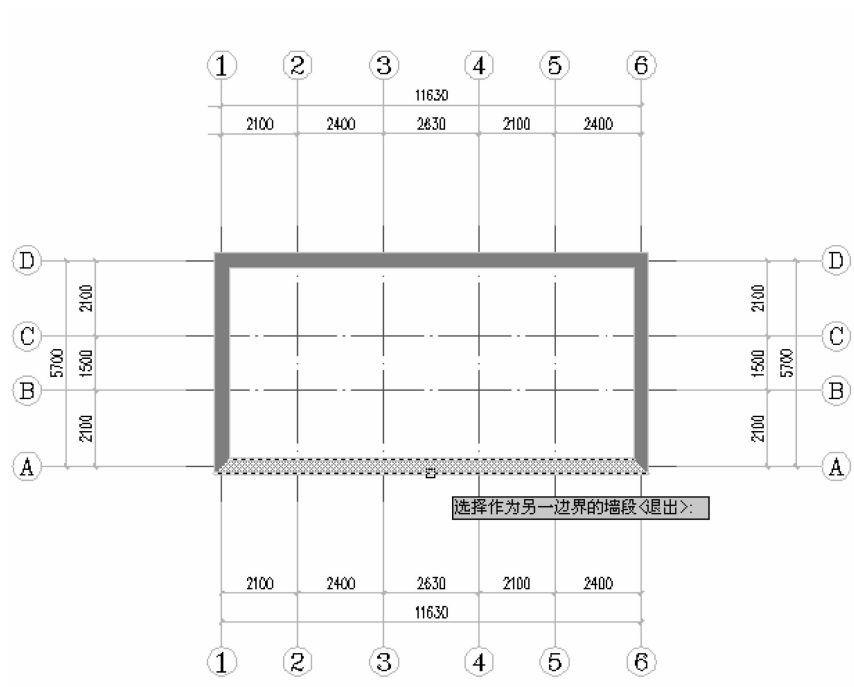

图 3-5 单击 A 轴的墙体
①“等分数”:等分数量。
②“墙厚”:墙体厚度。
③“材料”:包括轻型隔断、玻璃幕墙、填充墙、钢筋混凝土等 8 种材质,按材质的密度预设了不同材质之间的遮挡关系。
④“用途”:包括一般墙、卫生隔断、虚墙和矮墙 4 种,其中矮墙是新添的类型,具有不加粗、不填充、墙端不与其他墙融合的新特性。
(4)“墙厚”设为 400,单击 A 轴的墙体,如图 3-5 所示。